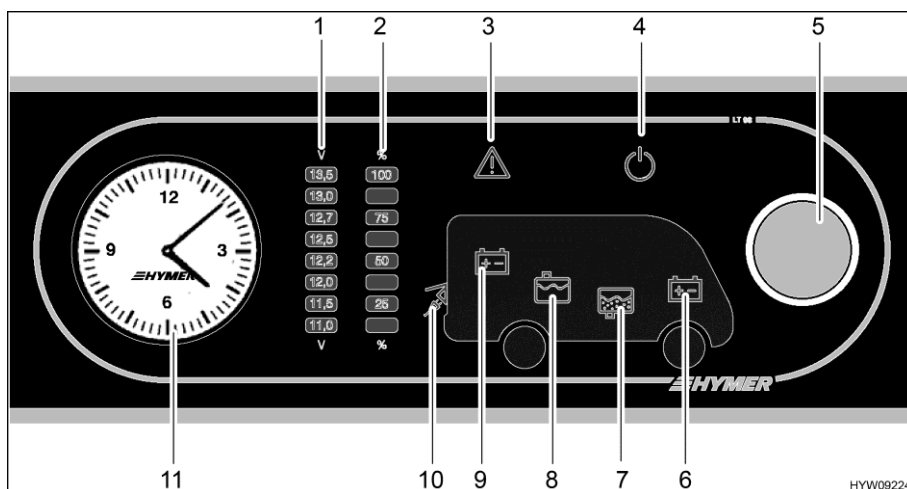

Fig. 130 Panneau de contrôle (LT 98)
Le bouton rotatif (Fig. 130,5) allume ou éteint le panneau de contrôle et l'alimentation 12 V de la cellule.
- Allumer :** ■ Appuyer sur le bouton rotatif (Fig. 130,5) : L'alimentation 12 V de la cellule est assurée. Le voyant de contrôle 12 V (Fig. 130,4) est allumé.
- Éteindre :** ■ Appuyer sur le bouton rotatif (Fig. 130,5) : L'alimentation 12 V de la cellule est coupée. Le voyant de contrôle 12 V (Fig. 130,4) s'éteint.
Le bouton rotatif (Fig. 130,5) permet de s'informer sur la tension de la batterie de cellule ainsi que sur celle de la batterie de démarrage. La tension est indiquée sur le cadran de la tension de batterie (Fig. 130,1).
- Tourner le bouton rotatif (Fig. 130,5) jusqu'à ce que le symbole de la batterie dont on désire connaître la tension s'allume.
La tension de la batterie de cellule est indiquée (Fig. 130,9)
La tension de la batterie de démarrage est indiquée (Fig. 130,6)
- Relever la tension sur le cadran de la tension de batterie (Fig. 130,1).
Le bouton rotatif (Fig. 130,5) permet de s'informer sur le niveau du réservoir d'eau ainsi que sur celui du réservoir d'eaux usées. Le niveau est indiqué sur le cadran de niveau du réservoir (Fig. 130,2).
- Tourner le bouton rotatif (Fig. 130,5) jusqu'à ce que le symbole du réservoir dont on désire connaître le niveau s'allume.
Affichage du niveau de remplissage du réservoir d'eau (Fig. 130,8)
Affichage du niveau de remplissage du réservoir d'eaux usées (Fig. 130,7)
- Relever le niveau sur le cadran de niveau du réservoir (Fig. 130,2).
Le voyant d'alerte Alarme (Fig. 130,3) clignote dès que des seuils définis sont dépassés vers le haut ou le bas.
Le voyant d'alerte Alarme (Fig. 130,3) clignote dès que la tension de la batterie n'atteint plus 11 V. Quand l'alimentation 12 V est active, le symbole de batterie correspondant (Fig. 130,6 ou 9) est de plus allumé et l'affichage "11,0" clignote sur le cadran de la tension de batterie (Fig. 130,1). Menace de décharge profonde.
Le voyant d'alerte alarme (Fig. 130,3) clignote et le symbole de réservoir correspondant (Fig. 130,7 ou 8) s'allume dès que le réservoir d'eau est vide ou celui des eaux usées plein.
Le voyant de contrôle 230 V (Fig. 130,10) s'allume si l'arrivée du bloc électrique est sous tension de réseau.